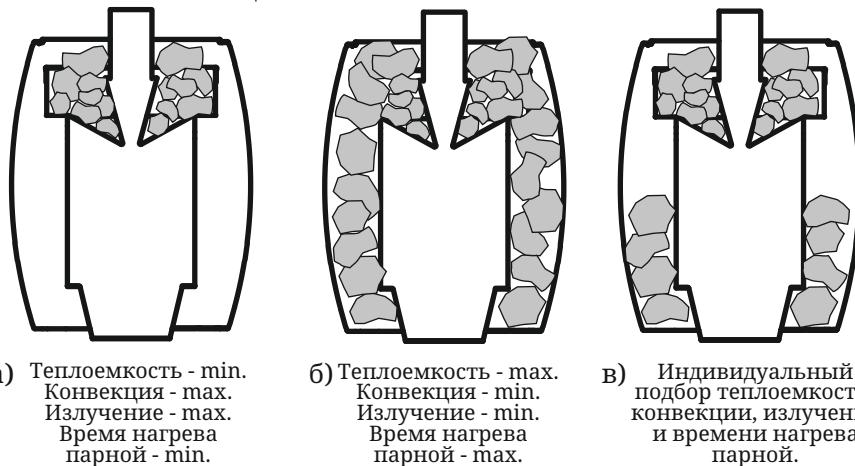

Рисунок 5. Варианты заполнения каменки печи «Вариата Баррель»
Первый вариант (рисунок 5а). Камни кладутся только в каменку топки и в съемную корзину, заполняя собой лишь видимое сверху пространство между топкой и кожухом-бочкой (1). В этом случае в печь помещается около 50 кг камней.
Второй вариант (рисунок 5б). Камнями заполняется каменка топки и все пространство между топкой и кожухом. Масса камней, загружаемых в печь, при таком варианте их закладки, может достигать 150 кг.
Третий вариант (рисунок 5в). Это комбинация из первого и, частично, из второго варианта. Камни закладываются также, как в первом варианте, но, в дополнение к тому, можно частично заполнить камнями пространство в нижней части между топкой и кожухом, настолько, чтобы подобрать и оптимизировать параметры печи к уникальным особенностям конкретной парной и применительно канным предпочтениям ее владельца.